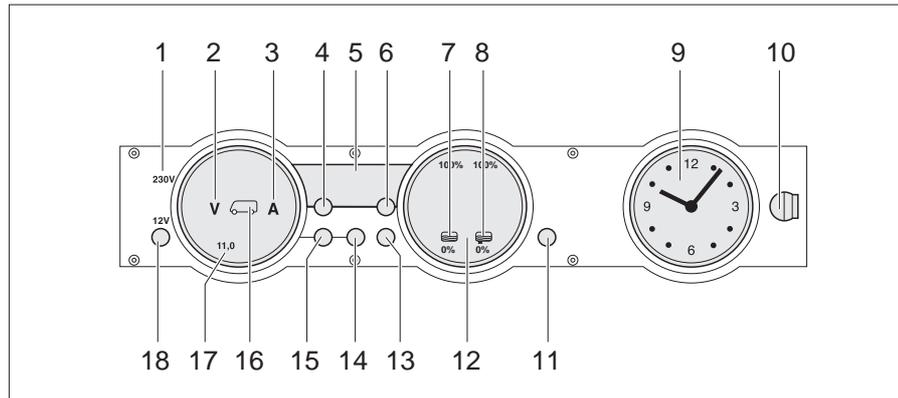

Fig. 170 Panneau de contrôle MP 20-T
Le voyant de contrôle 230 V (Fig. 170,1) s'allume si l'arrivée du bloc électrique est sous tension de réseau.
L'interrupteur principal 12 V (Fig. 170,18) établit ou coupe le panneau de contrôle et l'alimentation 12 V de la cellule.
- Appuyer brièvement sur la touche "12 V" (Fig. 170,18). L'alimentation 12 V de la cellule est assurée. L'indicateur de contrôle "12 V" s'allume.
- ▷ La tension de la batterie de cellule est trop faible quand les DEL "11,0" de l'affichage en Volt et le symbole Volt "V" (Fig. 170,2) clignotent dans l'indicateur des batteries (Fig. 170,17) après la mise sous tension. Charger la batterie.
- ▷ La coupure de batterie est active quand l'indicateur de contrôle "12 V", le symbole de la batterie de cellule (Fig. 170,16) et le symbole Volt "V" (Fig. 170,2) clignotent trois fois après la mise sous tension. Désactiver la coupure de batterie.
- Appuyer brièvement sur la touche "12 V" (Fig. 170,18). L'alimentation 12 V de la cellule est coupée. L'indicateur de contrôle "12 V" s'éteint.
- Appuyer sur la touche batterie de cellule (Fig. 170,14) et la maintenir enfoncée pendant 10 secondes environ. Les symboles Volt "V" (Fig. 170,2) et Ampères "A" (Fig. 170,3) clignotent trois fois. La batterie de cellule est coupée du réseau de bord de 12 V.
- Appuyer sur la touche "12 V" (Fig. 170,18) et la maintenir enfoncée pendant 5 secondes environ. Le symbole Volt "V" (Fig. 170,2) clignote trois fois. La batterie de cellule est branché au réseau de bord 12 V. L'indicateur de contrôle s'allume au bout d'env. 2 secondes.
- Appuyer sur la touche de la batterie de cellule "🔋" (Fig. 170,14). Le symbole Volt "V" (Fig. 170,2) s'allume. Le symbole Ampères "A" est, suivant son niveau de charge, blanc ou rouge. La tension de la batterie et le courant de la batterie de cellule sont affichés au moyens de DEL à l'intérieur de l'indicateur.
- Appuyer sur la touche de la batterie de démarrage "🔋" (Fig. 170,15). Le symbole Volt "V" (Fig. 170,2) s'allume. Des DEL à l'intérieur de l'indicateur indiquent la tension de la batterie de démarrage.
- Appuyer sur la touche réservoirs  (Fig. 170,13). Les symboles réservoir d'eau  (Fig. 170,7) et réservoir d'eaux usées  (Fig. 170,8) s'allument. Des DEL à l'intérieur de l'indicateur indiquent le niveau du réservoir d'eau (échelle de gauche) et celui du réservoir d'eaux usées (échelle de droite).
Les symboles Volt "V" (Fig. 170,2) et les DEL "11,0" clignotent dès que la tension de la batterie descend en dessous de 11 V (mesurée en marche) et qu'il y a un risque de décharge profonde de la batterie.
Le symbole du réservoir d'eau "  " (Fig. 170,7) ou celui du réservoir d'eaux usées "  " (Fig. 170,8) clignote quand le réservoir d'eau est vide ou que le réservoir d'eaux usées est plein.
L'affichage numérique (Fig. 170,5) permet d'indiquer les températures intérieure et extérieure.
- Appuyer sur la touche de la température intérieure "  " (Fig. 170,4). La température intérieure s'affiche.
- Appuyer sur la touche de la température extérieure "  " (Fig. 170,6). La température extérieure s'affiche.
Le dispositif d'affichage de l'heure (Fig. 170,9) indique l'heure. L'horloge a sa propre pile et n'est pas branchée sur le réseau de bord de 12 V.